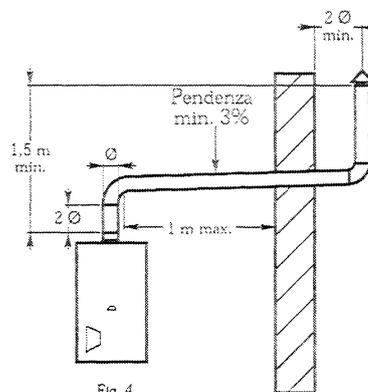

Fig. 4
**Nota N. 2 - Collegamento con scarico all'esterno (Fig. 4)**
Tale condotto deve corrispondere alle succitate avvertenze (Nota N. 1) di caratteristiche. Per l'installazione, seguire correttamente il disegno della fig. 4. Il tratto attraversante il muro, deve essere protetto da guaina metallica, la quale dev'essere chiusa all'interno del locale, ed aperta verso l'esterno. Il terminale di tiraggio, deve consentire l'evacuazione corretta dei combustibili con la sua sezione di scarico, protetta da dispositivo antivento ed antipioggia che possa impedire l'eventuale ostruzione accidentale, del tratto finale del condotto. Questo collegamento, consente max N. 2, cambi di direzione tramite curve, compreso il primo raccordo all'apparecchio.